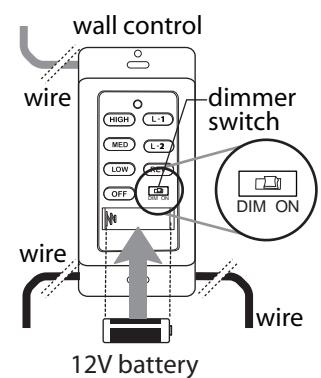

Fig. 7
- B. In order to use wall control as a handheld remote control, cut each wire on one of the wall controls—use wire cutters to cut off each wire as close to the wall control as possible. (See Fig. 7)
- C. Install one 12-volt battery (included) in wall control. (See Fig. 7)
- D. The dimmer switch (labeled **DIM** and **ON**) has been pre-set to the "ON" position (**DIM**). If you do not wish to have dimming capability or are using bulbs that are not capable of being dimmed, please move the switch to the "OFF" position (**ON**). (See Fig. 7)
- B. Para utilizar el control de pared como control remoto de mano, cortar cada cable en uno de los controles de pared—usar cortaalambres para cortar cada cable para que se quede tan corto como sea posible. (Ver la Fig. 7)
- C. Instalar una batería de 12 voltios (incluida) en el control de pared. (Ver la Fig. 7)
- D. El interruptor del reductor de luz (etiquetado **DIM** y **ON**) está programado de antemano en posición "ENCENDIDO" (**DIM**). Si no desea tener la capacidad de bajar la luz, favor de mover el interruptor a la posición "APAGADO" (**ON**). (Ver la Fig. 7)